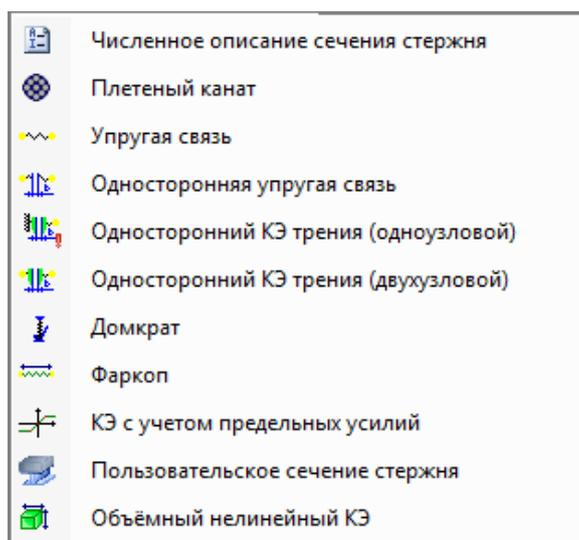

Рисунок 2.308 Список специальных сечений
• **Специальные сечения** (кнопка  в редакторе сечений/жесткостей). В списке **Специальные сечения** приведены стандартные типы специальных сечений (рисунок 2.308). Переход непосредственно к необходимому типу специального сечения осуществляется одним щелчком мыши по выбранному элементу списка.